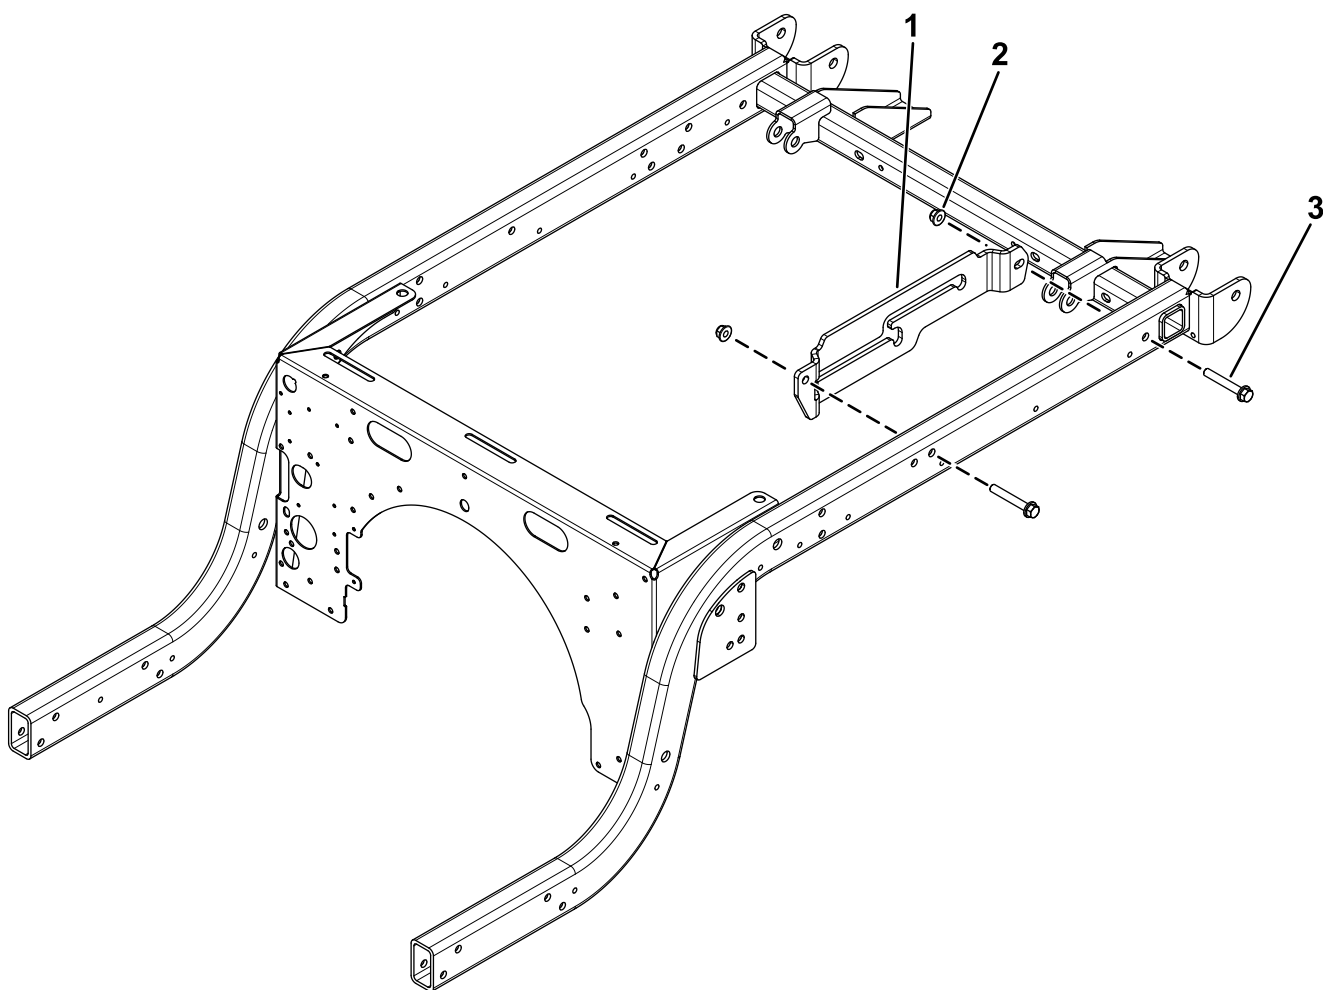

図 3
1. マシンのフレームに支持棒ブラケットを固定する六角ヘッドボルト $\frac{3}{8}$ x 2 $\frac{1}{2}$ " 2 本とロックナット $\frac{3}{8}$ " 2 個で図 3 のように取り付ける。